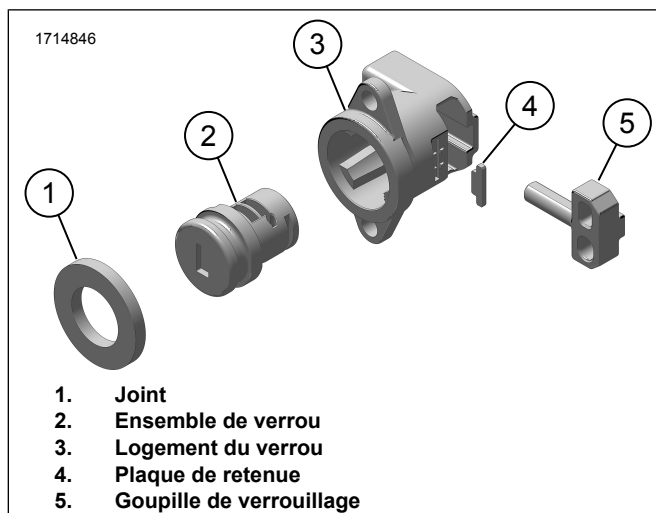
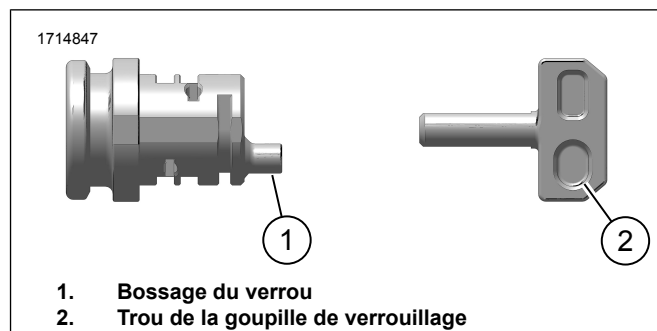

Figure 7. Ensemble logement
Figure 8. Fonctionnalités de couplage
10. Figure 7 Une fois la clé insérée, appliquer de la graisse sur le verrou assemblé (2).
11. Appliquer de la graisse sur la goupille de verrouillage (5).
12. Insérer la goupille de verrouillage (5) dans le logement du verrou (3).
Figure 8 La fonctionnalité de bossage (1) sur l'ensemble verrou doit s'accoupler avec le trou de la goupille de verrouillage (2). Vérifier que la goupille de verrouillage se déplace en tournant la clé et le cylindre de la serrure.
13. Une fois la clé insérée, installer l'ensemble verrou (2) dans le logement du verrou (3).
14. Figure 7 Insérer la plaque de retenue (4) dans le logement du verrou (3).
16. Figure 7 Installer le joint (1) sur l'ensemble verrou (2).